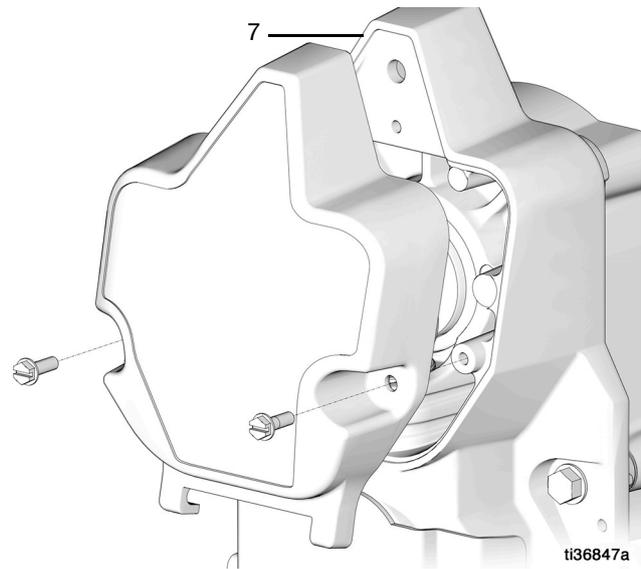

FIG. 11
11. Retirez les boulons et le couvercle de la pompe (7) (FIG. 11).